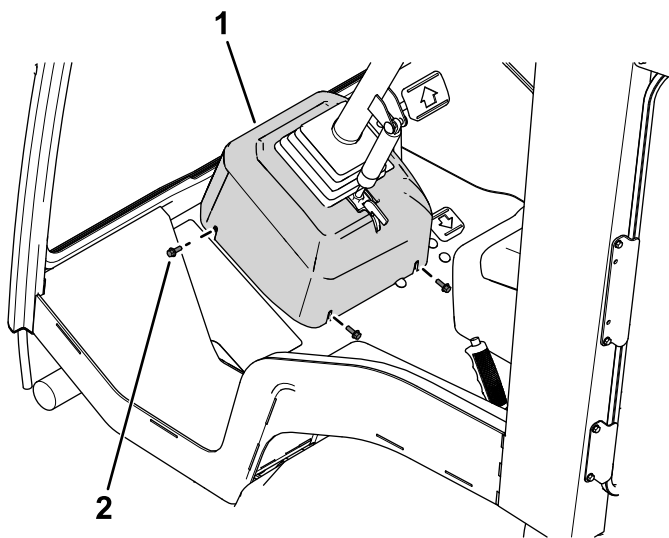

Figure 9
9. Installez le couvercle du mécanisme de direction (Figure 9).